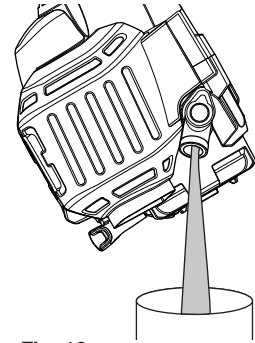

Fig. 13
- Incline la unidad verticalmente para verter el aceite fuera del orificio de llenado de aceite y al interior del recipiente (Fig. 13). Deje bastante tiempo para que se drene completamente.